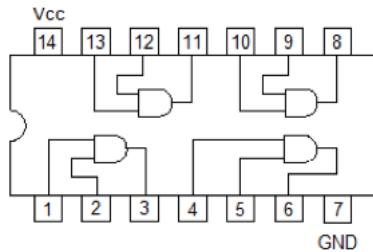

Figura 1: CI 7408.
- Fixe o Circuito Integrado (CI) 7408 (*AND*) adequadamente na matriz de contatos (*proto-board*) do Painel Digital de estudo. O circuito lógico interno deste CI está ilustrado na figura 1.